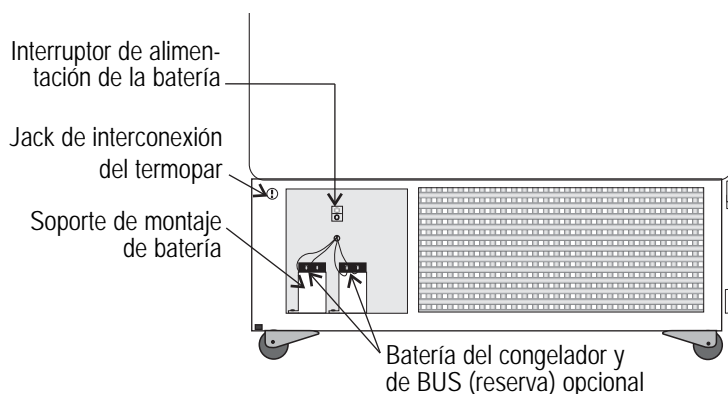

Figura 4-6. Interruptor de la batería
3. Apague el interruptor de la batería (O). Consulte la Figura 4-6.